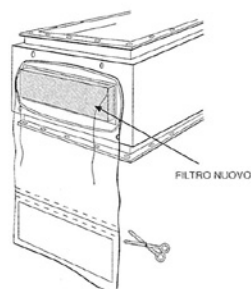

Fig. 5
9. Inserire il nuovo filtro mantenendo il lato provvisto di guarnizione nella parte superiore, per essere spinto in battuta dai levismi (Fig. 5).